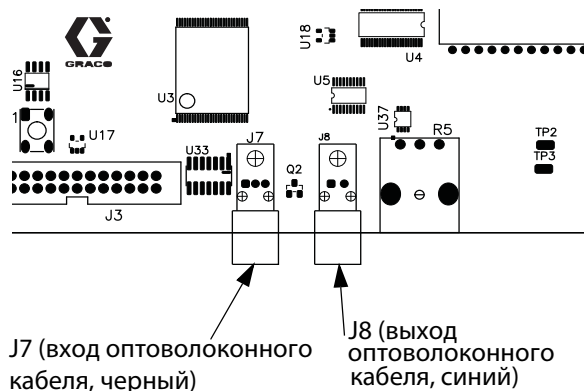

Рис. 14 Печатная плата устройства EasyKey
5. Пропустите конец оптоволоконного кабеля через квадратный клеевой держатель для стяжки. Подключите синие и черные кабельные разъемы к соответствующим разъемам на печатной плате устройства EasyKey. См. Рис. 14. Вставьте кабельные разъемы до упора (приблизительно на 6 мм/¼ дюйма), а затем затяните резьбовой соединитель.